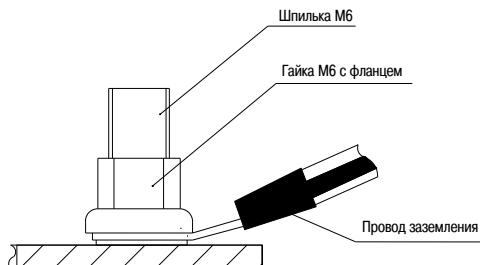

Рисунок 16
3.7 После сборки необходимо произвести заземление двери и боковых панелей с корпусом. Для крепления проводов заземления к шпилькам заземления используются гайки M6 (с фланцем) (рисунок 16):